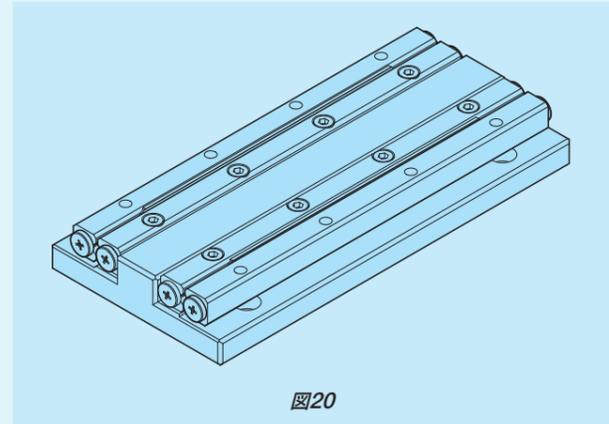

図20
- ・テーブル側軌道台をほぼストローク中央位置になるようにスライドさせます。（図20参照）